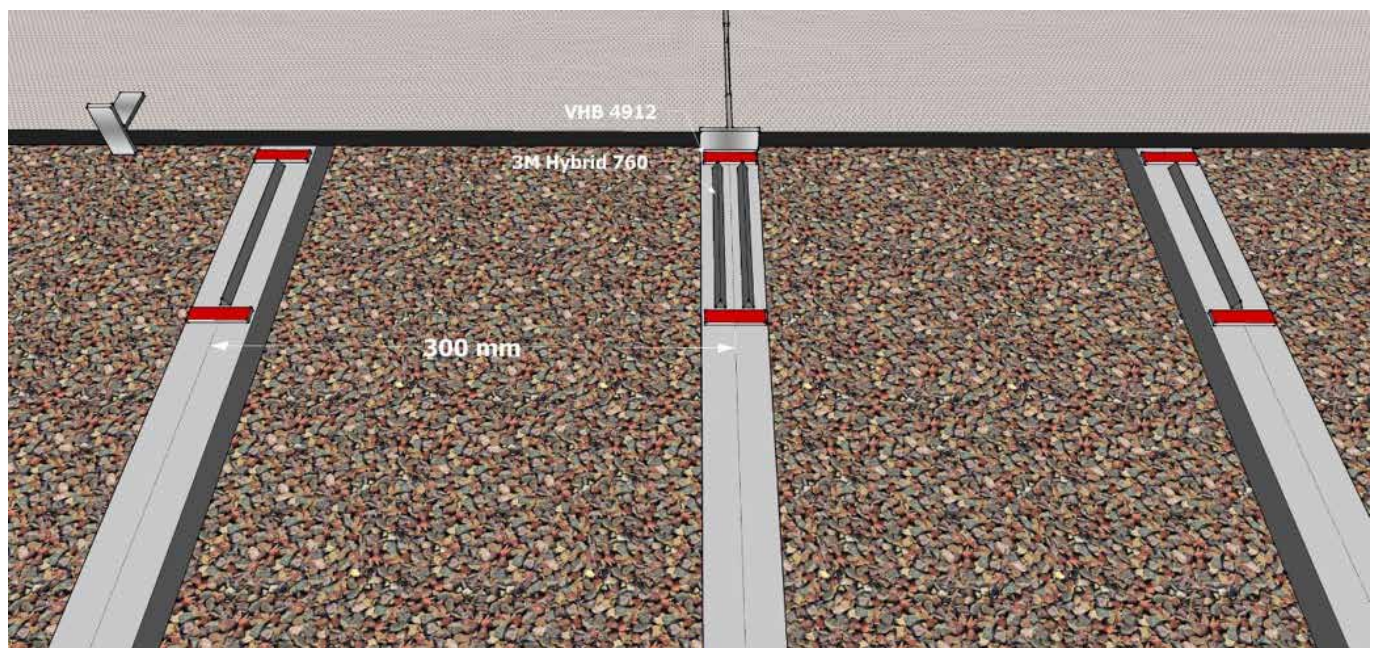

Abb. 1: Unterkonstruktion im Achsmaßabstand von 300 mm verlegt.
- Die Tragrahmen dürfen zueinander einen maximalen Achsabstand von 300 mm aufweisen (s. Abb. 1). An Stellen mit höherer Belastung (Antrittsbereiche, Pflanzkübel, Schirmständer, etc.) muss dieser Abstand verringert werden.